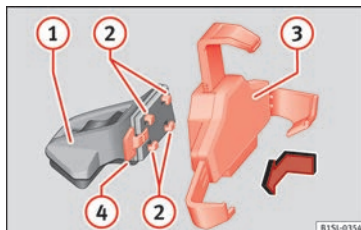

Fig. 134 Assemblare il supporto universale e il braccio di sostegno.
- Sostenere il supporto universale » **fig. 134** (3) e premere il tasto di sbloccaggio » **fig. 134** (4).
- Inserire il supporto universale » **fig. 134** **3** negli incastri **2** del braccio di supporto **1**.